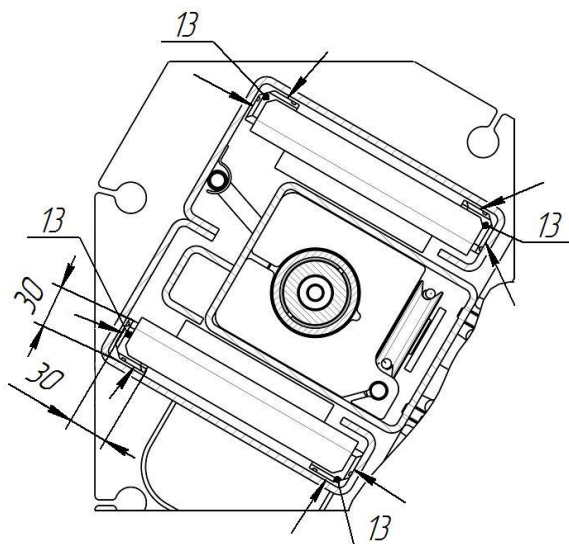

Рисунок 11 – Места смазки беговых дорожек (угловая зона 30x30 мм внутри стоек по всей длине)
6.14 Перед началом эксплуатации необходимо тщательно покрыть смазкой Литол-24 беговые дорожки внутри стоек на всем ходе кареток (см. рисунок 11), а также трос системы синхронизации кареток.